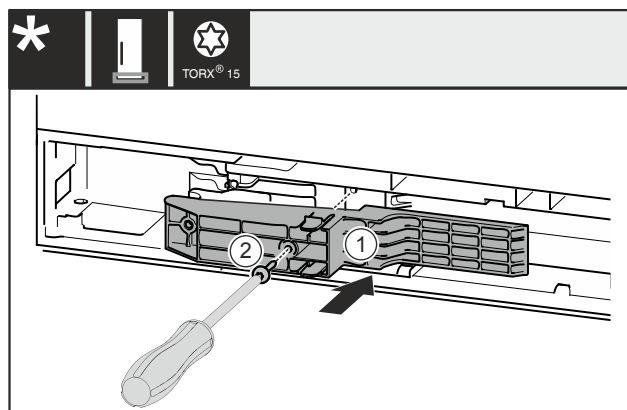

Fig. 48 *
- ▶ Вставьте деталь адаптера Fig. 48 (1) в выемку на стороне ручки.*
- ▶ Затяните винт Fig. 48 (2) отверткой.*